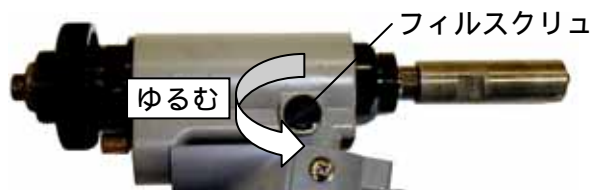

図7-9
- (10) マイナスドライバーでフィルスクリュを緩め、余分な油圧オイルと空気(気泡)を除去してください。油圧オイルが出なくなるまで放置した後、フィルスクリュを締め付けてください。(図7-9)